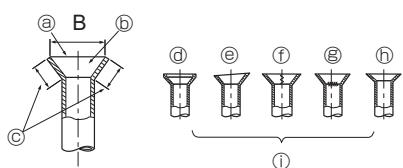
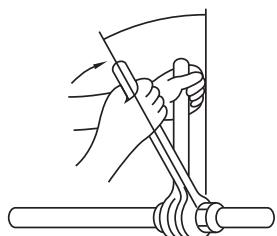

Рис. 5-7
Рис. 5-8
5.2.5. Проверка (Рис. 5-7)
- ④ Гладкость по всему кругу ⑤ Царапина на развалицованной плоскости
- ⑥ Внутри блестит, царапин нет ⑦ Трещина
- ⑧ Однаковая длина по всему кругу ⑨ Неровность
- ⑩ Слишком много ⑪ Плохие примеры
- ⑫ С наклоном ⑬ С наклоном
- Нанесите тонкий слой хладагента на посадочную поверхность трубопровода. (Рис. 5-8)